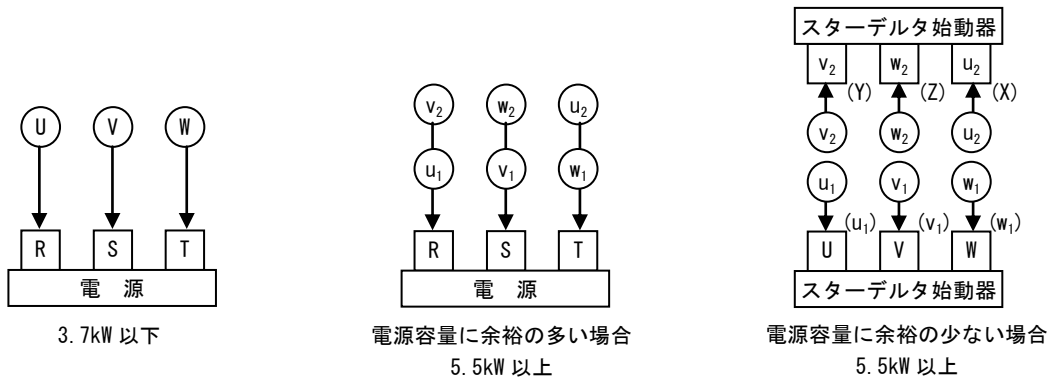

図 11 配線接続図
(1) 配線は図 11 または、電動機取扱説明書に従って行ってください。